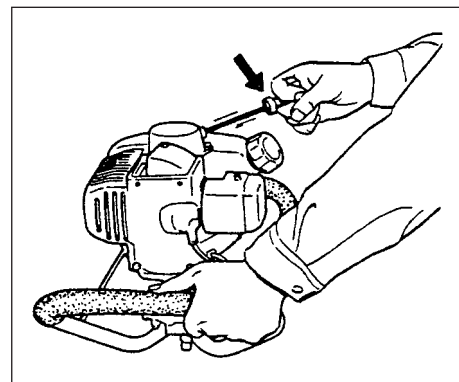

Рис. 2-4
4. Быстро потянуть возвратный стартер, крепко удерживая рычаг в руке и не позволяя ему защёлкнуться назад. (Рис. 2-4)